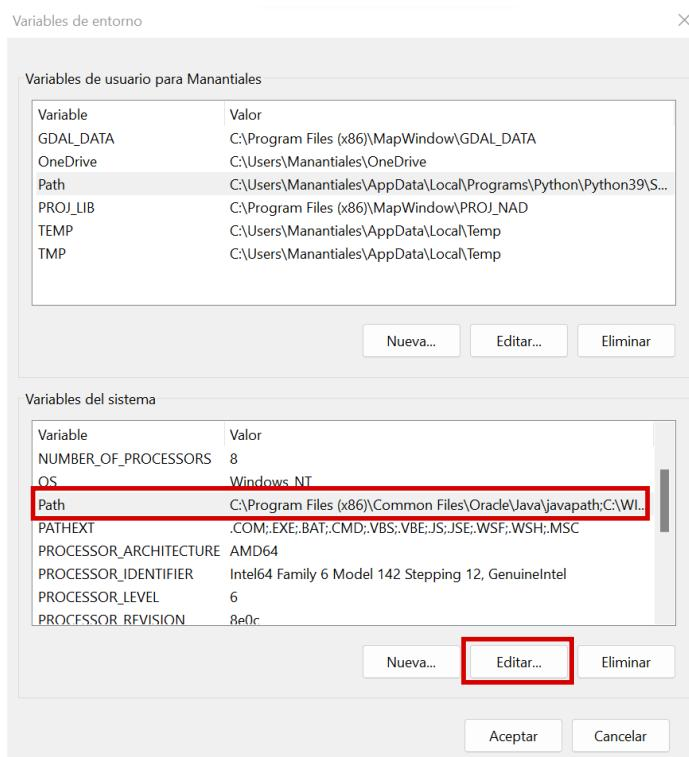

Figura 2-12 Ventana de variables de entorno
12. En la ventana **Variables de entorno**, seleccione la variable **Path** de la sección **Variables del sistema** y haga clic en el botón **Editar** (ver Figura 2-12).